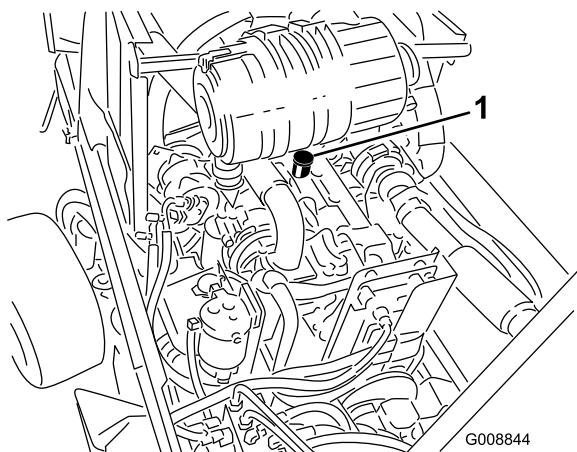

Figura 57
3. Si el nivel de aceite está por debajo de la marca Bajo (L), retire el tapón de llenado (Figura 57) y añada aceite hasta que el nivel llegue a la marca Lleno (F). **No llene demasiado.**